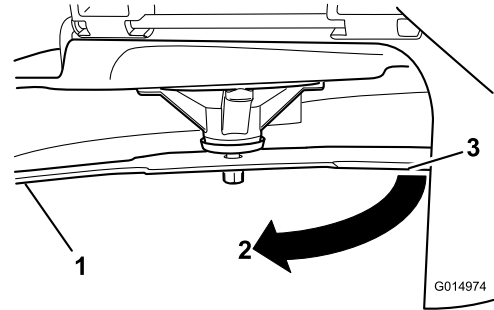

Figura 80
4. Gire la misma cuchilla 180 grados de manera que el otro extremo esté en la misma posición (Figura 80).